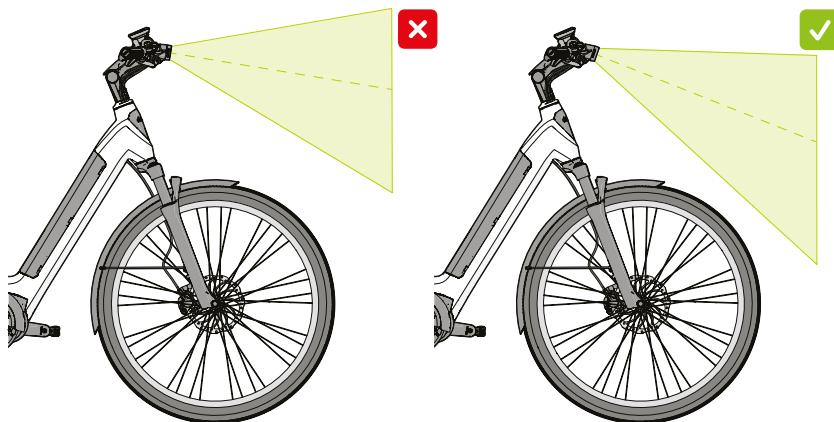

Figure 27 - Inclinaison correcte du phare.
Inclinez le feu avant ⑩ de manière que le faisceau lumineux se projette le plus loin possible en avant tout en éclairant le sol pour voir au maximum la chaussée, comme indiqué à la Figure 27.